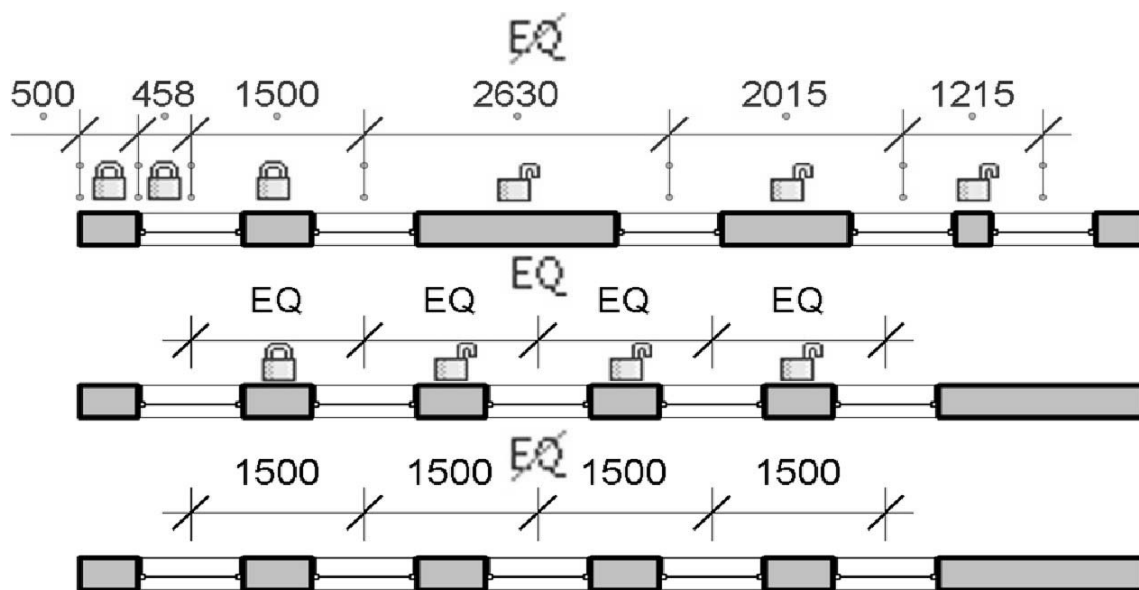

Рисунок. 4.2 – Блокировка отдельных размеров. Выравнивание объектов (окон) с помощью размерной цепочки
– замок – позволяет заблокировать размер «отслеживания». Ограничивает редактирование объекта, к которому привязан размер (например, блокирует длину стены или расстояние до или между проемами (рисунок. 4.2)).